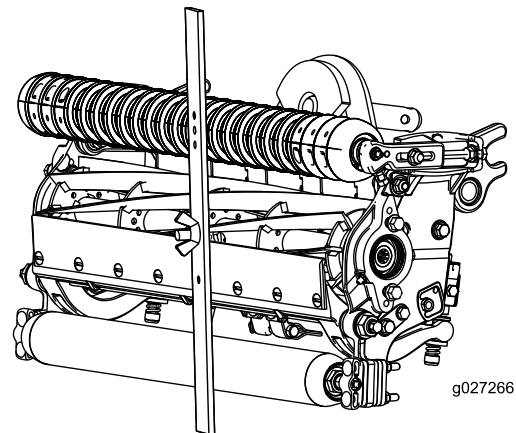

Figure 17
4. Accrochez la tête de la vis sur le bord tranchant de la contre-lame et appuyez l'arrière du gabarit contre le rouleau arrière (**Figure 17**).
5. Tournez la vis de réglage jusqu'à ce que le rouleau avant touche le gabarit (**Figure 17**). Réglez les deux extrémités du rouleau jusqu'à ce que celui-ci soit parfaitement parallèle à la contre-lame.